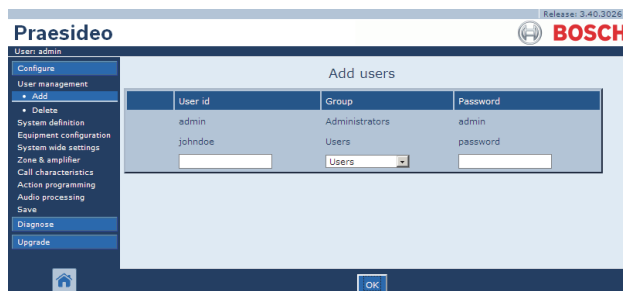

figura 42.4: Nuovo utente, passaggio 5
- 5 Fare clic sul pulsante *OK* per attivare il nuovo account. Nella cornice principale dell'interfaccia web, appare una schermata simile a quella in figura 42.4.